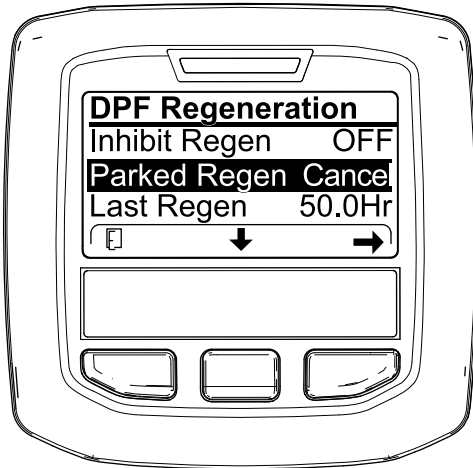
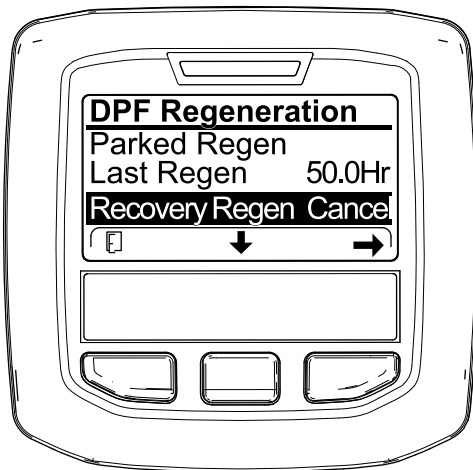

Bild 92
Bild 93
1. Zugreifen auf das Menü für die Regenerierung des Dieselpartikelfilters (**Bild 92**)
2. Drücken Sie die mittlere Taste, um auf die Option PARKED REGEN. CANCEL (**Bild 92**) oder RECOVERY REGEN. CANCEL zu navigieren (**Bild 93**).
3. Drücken Sie die rechte Taste, um den Eintrag „Regen. Cancel“ auszuwählen (**Bild 92** oder **Bild 93**).